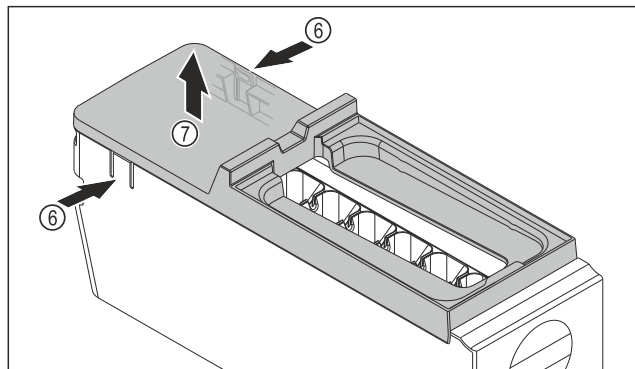

Fig. 80
- ▶ Abdeckung des EasyTwist-Ice-Körpers entnehmen: Laschen Fig. 80 (6) an den beiden Seiten des EasyTwist-Ice-Körpers mit einer Hand drücken.
- ▶ Abdeckung Fig. 80 (7) mit der anderen Hand nach oben entnehmen.